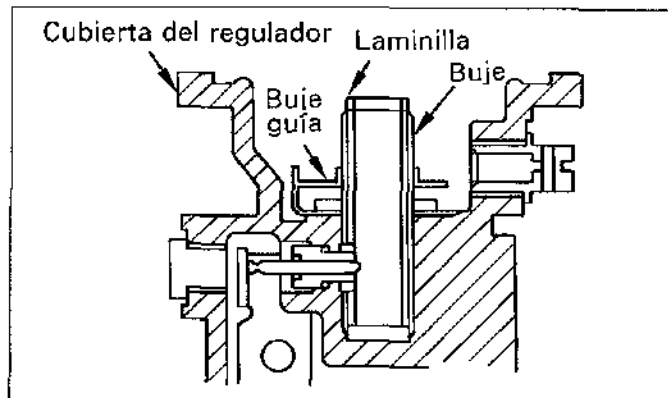

Figura.15-34 Reemplazo de la laminilla
(4) Desmonte la cubierta del compensador de refuerzo, diafragma y resorte, y entonces reemplace la laminilla situada en la parte superior del buje como se ilustra en la figura.15-34.